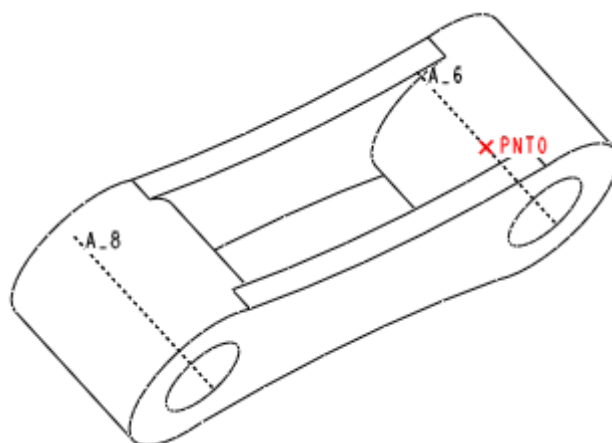

图 54-13
- (2) 单击【确定】按钮,完成基准点 PNT0 的建立,如图 54-13 所示。